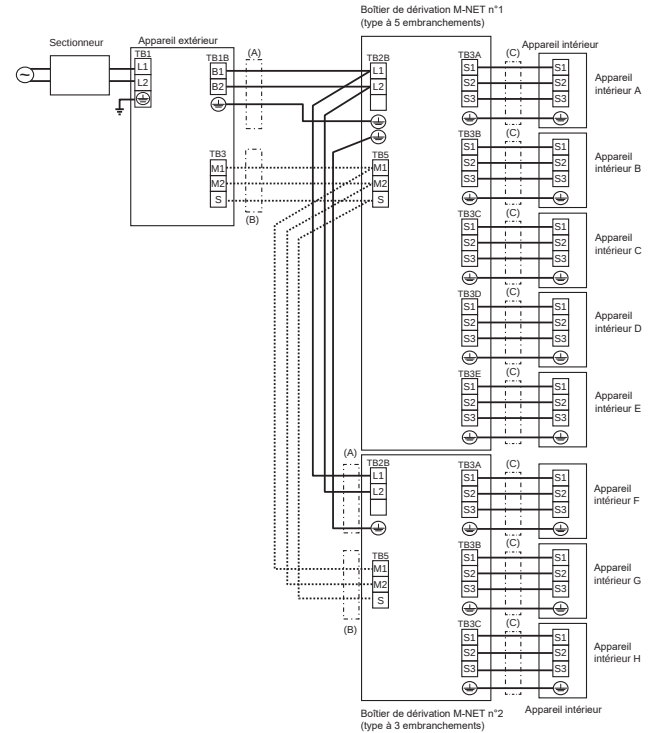

Fig. 8-9
- Raccordez fermement chaque fil sur le bornier approprié. (Fig. 8-9)
8.4. Procédure de câblage externe (Fig. 8-9)